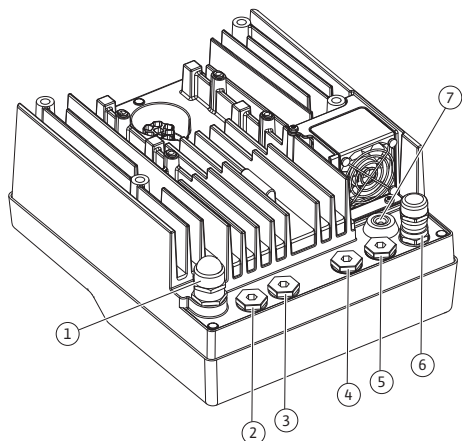
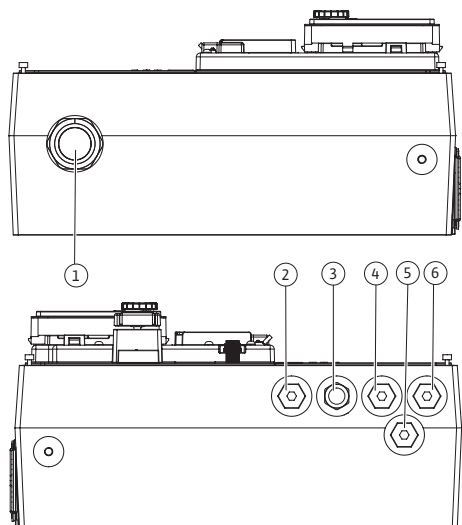

Fig. 21: Kabeļu skrūvsavienojumi/kabeļu izvadi (0,37 kW–7,5 kW)
Fig. 22: Kabeļu skrūvsavienojumi/kabeļu izvadi (11 kW–22 kW)
Uz elektronikas moduļa (Fig. 21) atrodas seši kabeļu izvadi uz spaiļu nodalījumu. Kabelis elektronikas moduļa elektriskā ventilatora barošanai ir uzstādīts rūpnīcā.
Elektronikas moduļa (Fig. 22) vienā pusē atrodas pieci kabeļu izvadi uz spaiļu nodalījumu. Barošanas kabeļa izvadi atrodas otrā pusē.
Kabeļu skrūvsavienojumi ar blīvējumiem 2.–5. kabeļu izvadam (Fig. 21 un Fig. 22) ir iekļauti produkta komplektā.
- Izvadiet pieslēguma kabeli caur M25 kabeļu skrūvsavienojumu (Fig. 21., poz. 1. ar 0,37 kW–7,5 kW).
Izvadiet pieslēguma kabeli caur M40 kabeļu skrūvsavienojumu (Fig. 22., poz. 4, 11 kW–22 kW).